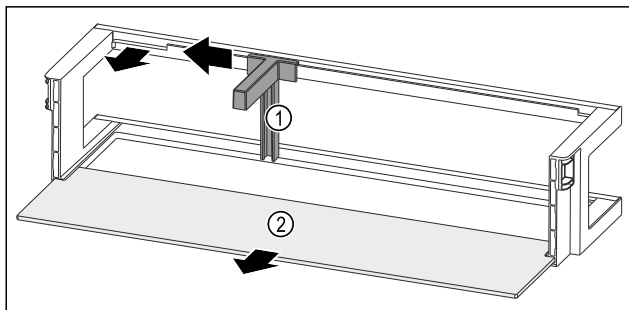

Fig. 261 Dveřní přihrádka s držákem lahví a odkládací plochou
- ▶ Držák lahví Fig. 261 (1) posuňte na stranu až k vybrání.
- ▶ Držák lahví Fig. 261 (1) odeberte.
- ▶ Odkládací plochu Fig. 261 (2) odeberte.